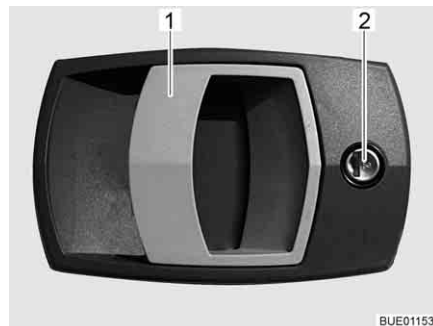

Fig. 41 Serratura della porta di ingresso, lato esterno
*Apertura:* ■ Inserire la chiave nel cilindro della serratura (Fig. 41,2) e ruotare fino a quando la serratura della porta si sblocca.
■ Tirare la maniglia della porta (Fig. 41,1). La porta è aperta.
*Bloccaggio:* ■ Inserire la chiave nel cilindro della serratura (Fig. 41,2) e ruotare fino a quando la serratura della porta si blocca.